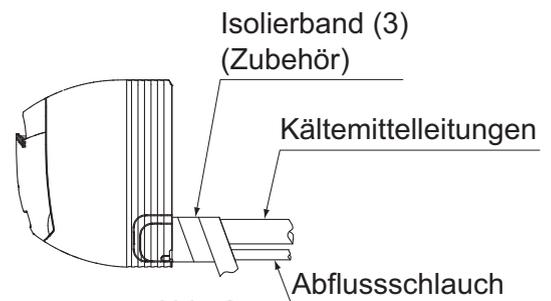

Abb. 8
**(3) Richten Sie die Rohrleitung in der Richtung aus, in der sie herauszuführen ist.**
**Für das Verlegen der Rohrleitung rechts, unten rechts und hinten rechts (Siehe Abb. 8)**
- Umwickeln Sie Ablaufschlauch und Kühlmittelleitung zusammen mit Isolierband (3), damit der Ablaufschlauch unterhalb der Kühlmittelleitung verläuft.